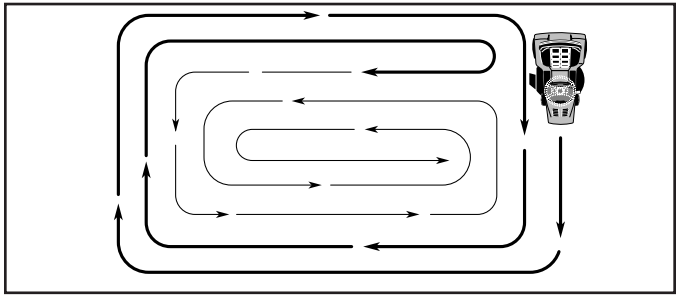

FIG. 9
- Déplacez le levier de la commande de déplacement à la position point mort (N). Coupez le moteur et engagez le frein de stationnement.
- Lorsque vous vous asseyez sur le siège du tracteur, démarrez le moteur. Après que le moteur marche, déplacez la commande des gaz à la position de demi-vitesse (1/2). Avec le levier de la commande de déplacement dans la position point mort (N), débrayez lentement la pédale de frein/embrayage.
- Déplacez lentement le levier de la commande de déplacement à la position de marche avant et ensuite quand le tracteur bouge environ de 150 cm (5 pieds), déplacez lentement le levier à la position de marche arrière. Après que le tracteur bouge environ de 150 cm (5 pieds), déplacez lentement le levier de la commande de déplacement à la position point mort (N). Répétez ce procédé trois (3) fois.
- Pour tondre une grande surface, on vous conseille de commencer par tourner à droite, de façon à ce que l'herbe ne soit pas déversée sur les arbustes, les clôtures, les allées, etc. Après un ou deux tours, tondez en sens inverse en tournant à gauche jusqu'à ce que le travail soit achevé (Voir la Fig. 9).